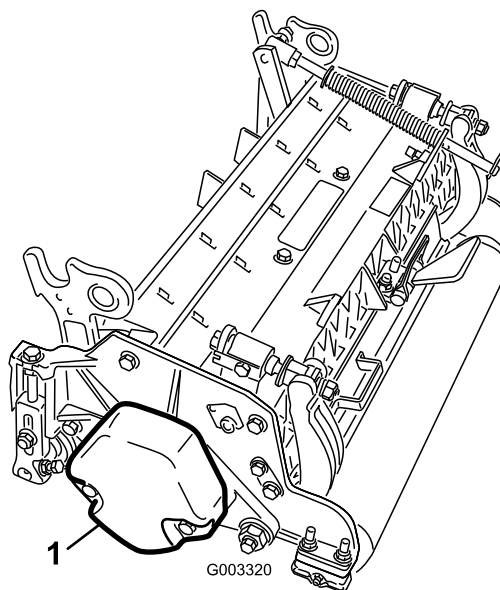

**Figure 8**
8. Vissez le boulon dans l'autre bras du support de loquet pour bloquer le loquet en position (Figure 8).